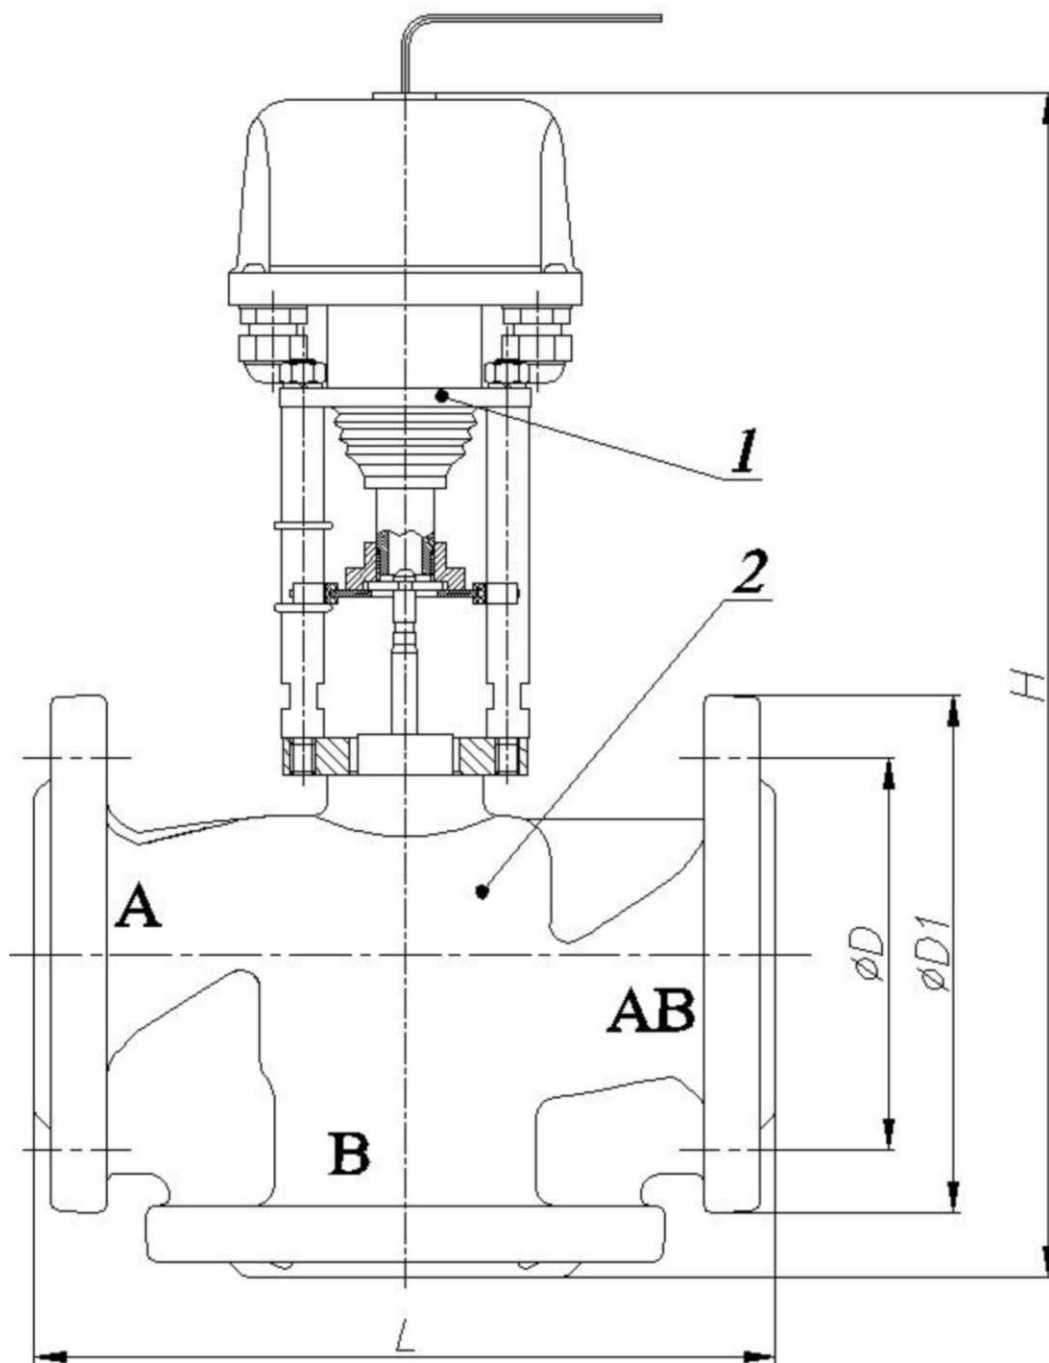

Рисунок 1 - Клапан ВКТР с ЭИМ
1.3.1 Клапан ВКТР с электрическим исполнительным механизмом (ЭИМ) (см. рисунок 1) состоит из следующих основных узлов:
2.6.2. Полная разборка клапанов (см. рисунок 1) с ЭИМ: